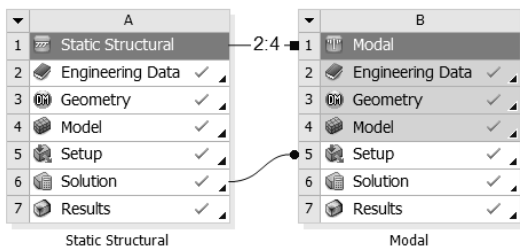

图 6-65 项目管理区中的分析项目
Step1：单击 Mechanical 界面右上角的（关闭）按钮，退出 Mechanical，返回到 Workbench 主界面。此时主界面的项目管理区中显示的分析项目均已完成，如图 6-65 所示。